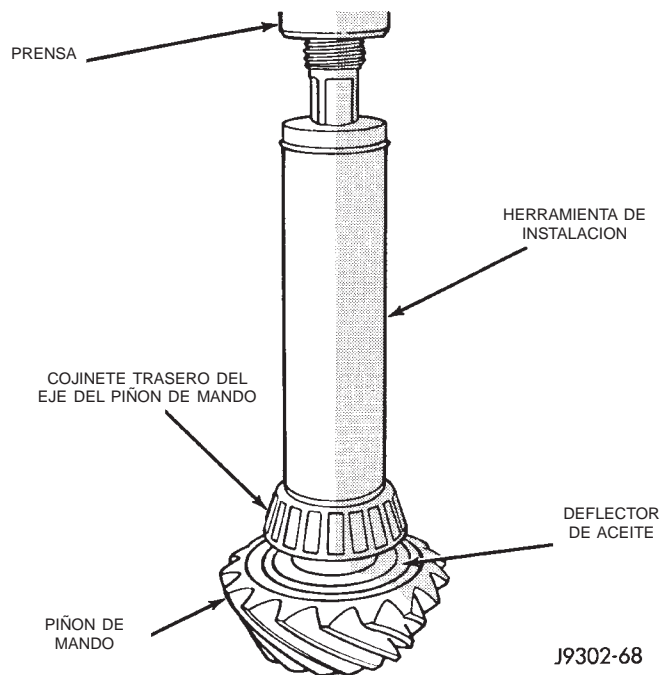

Fig. 44 Instalación del cojinete trasero del piñón
(6) Instale el cojinete trasero y el deflector de aceite, si está equipado, en el piñón satélite con el instalador W-262 y una prensa de taller (Fig. 44).